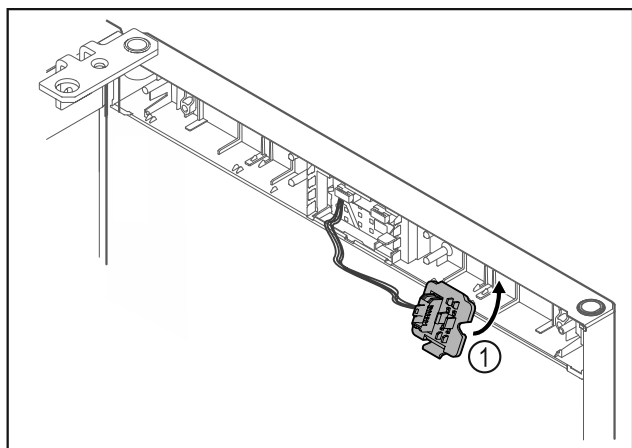

Fig. 19
- ▶ Sett pluggholderen Fig. 19 (1) fast på motsatt side.